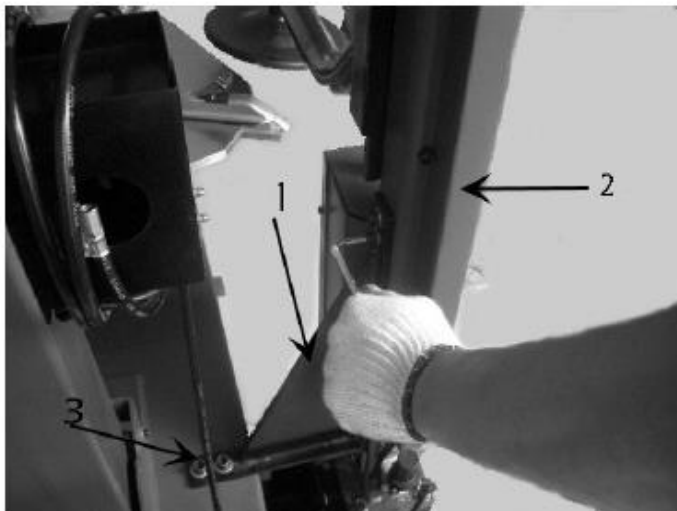

РИС. 32
6.1.5 С помощью фиксирующего опорного кронштейна (Рис.32) соедините кронштейн корпуса и корпус и вставьте болт, чтобы зафиксировать.